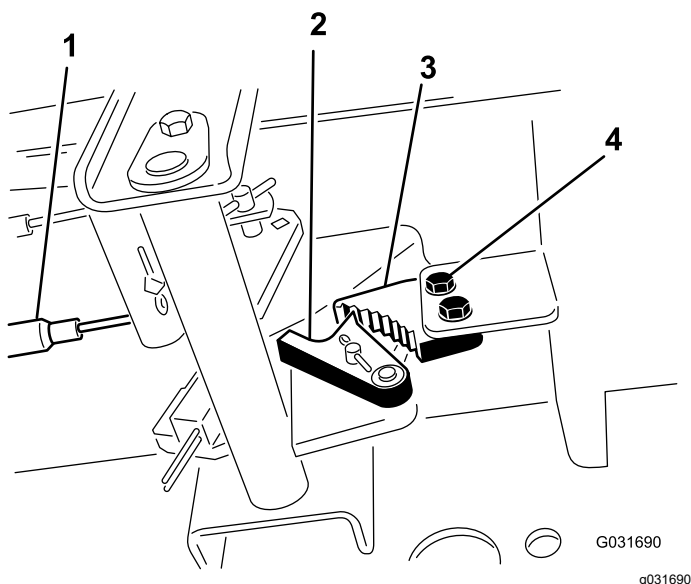

Figura 57
1. Afloje los 2 tornillos que fijan el trinquete del freno de estacionamiento al bastidor (Figura 57).
2. Pise el pedal del freno de estacionamiento hacia adelante hasta que la uña se engancha a fondo en el trinquete del freno (Figura 57).